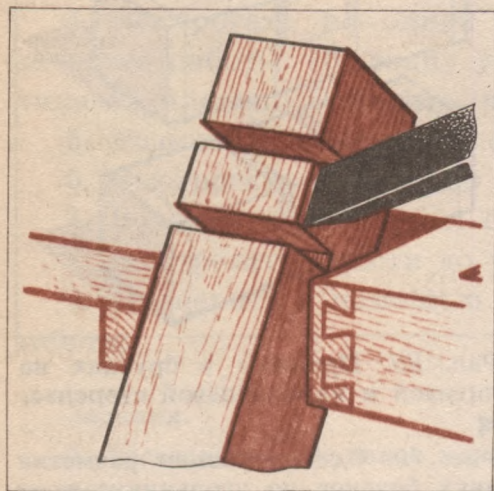

Рис. 81. Удаление подрезанного материала.
**Выполнение соединения.** В выстроганных и размеченных брусках делают пропилы (в одной детали на лицевой стороне, в другой — на нелицевой, рис. 80). Затем поочередно закрепляют бруски в зажимах верстака и удаляют подрезанный материал стамеской (рис. 81).